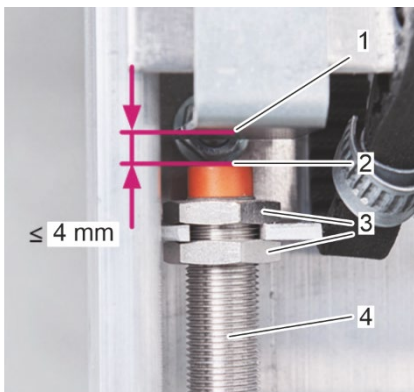

Figura 40: Distancia máxima de conmutación
5. Asegúrese de que se mantiene la distancia de conmutación máxima de 4 mm entre el sensor de proximidad (Figura 40/2) y el carro de limpieza (Figura 40/1). En caso contrario, ajuste la distancia entre el sensor de proximidad (Figura 40/2) y el carro (Figura 40/1) con la rosca (Figura 40/4) y las tuercas (Figura 40/3) del sensor de proximidad.